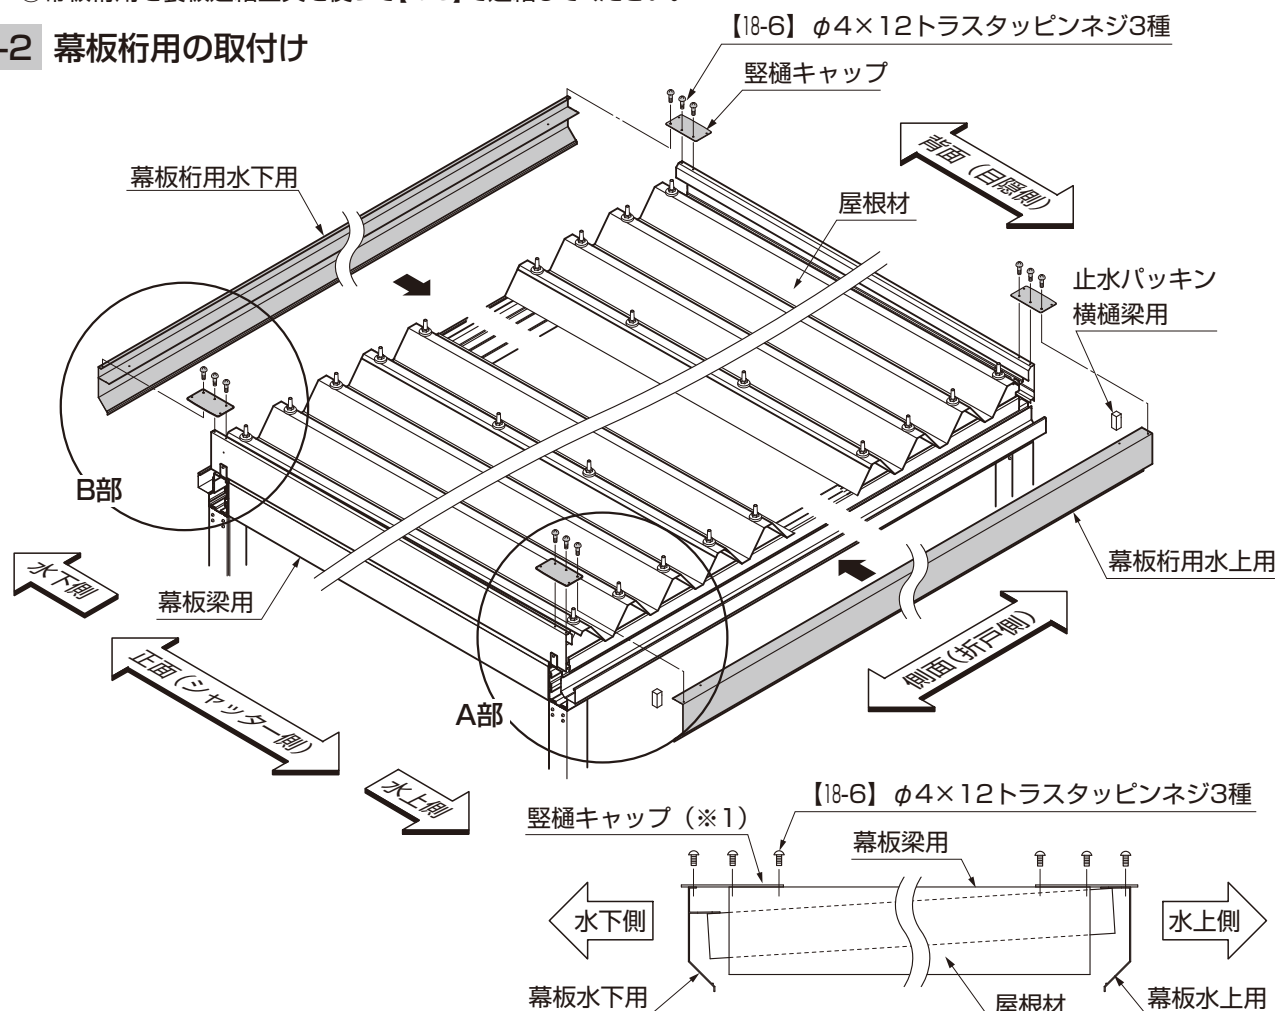

図17-1 縦樋キャップの取付け
①縦樋キャップを幕板梁用に【18-6】で取付けてください。（図17-1参照）